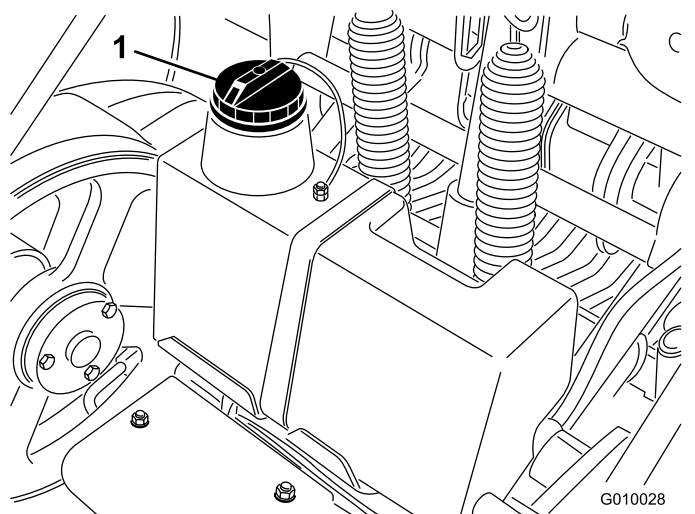

**Figura 60**
2. Sbloccate e togliete il copricinghia (Figura 60).